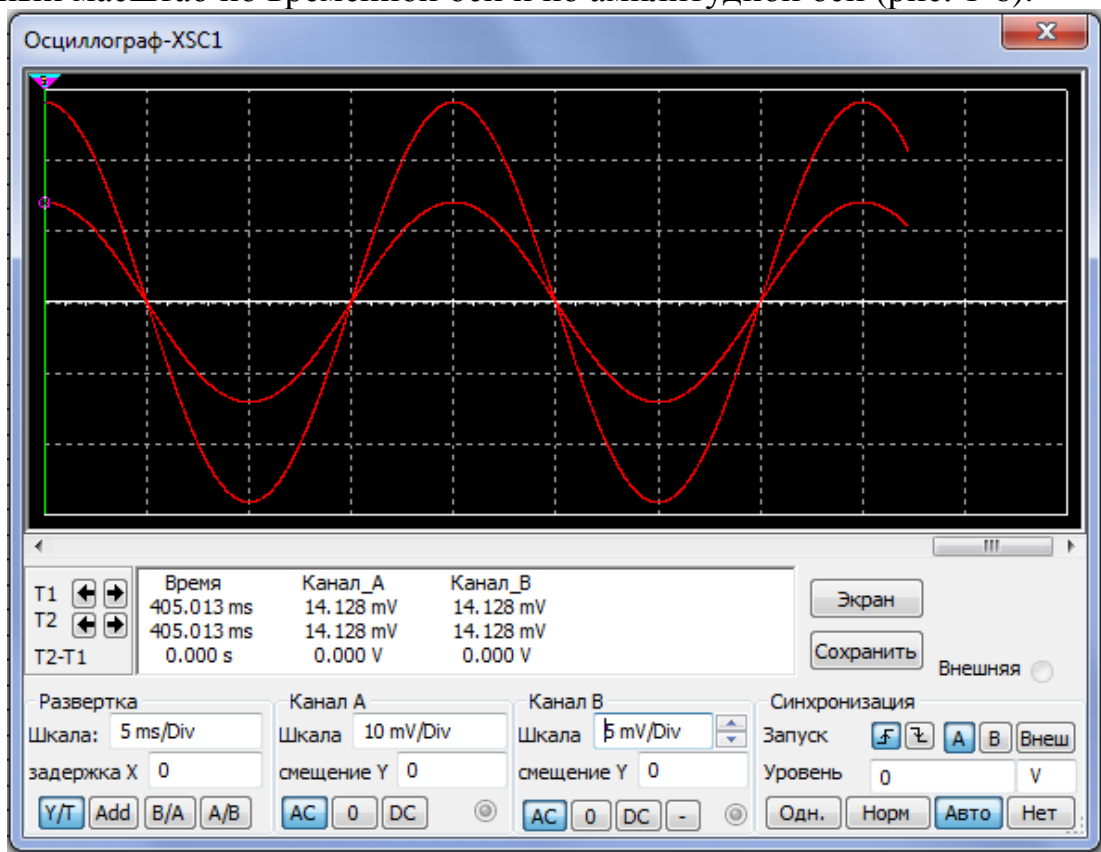

Рис. 1-6
4. Двойным щелчком мыши откройте экран осциллографа. Установите нужный масштаб по временной оси и по амплитудной оси (рис. 1-6).